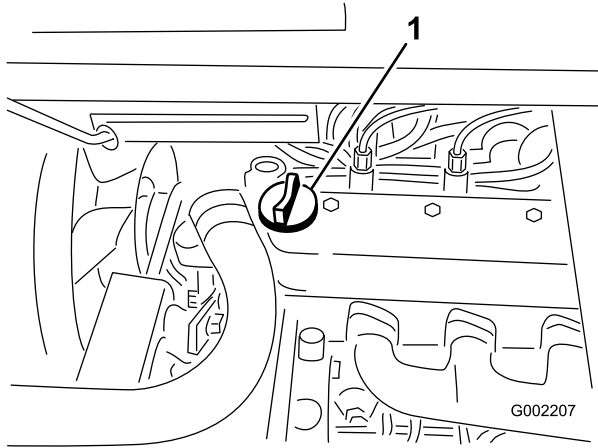

図 17
3. 油量が少なければ、バルブ・カバーの上についている補給口（図 17）を開け、ディップスティックの Full マークまでオイルを補給する；オイルの種類や粘度の選択については「エンジンの保守」の章の「エンジン・オイルについて」を参照。補給するときは、ディップスティックで確認しながら少量ずつ入れる。入れすぎないように注意してください。